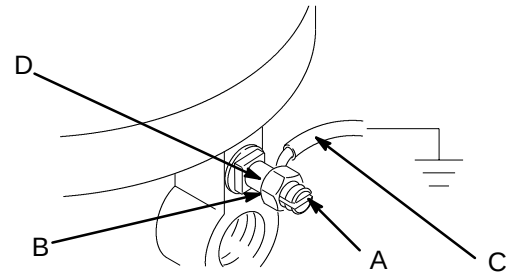

Fig. 1
Para poner a tierra la bomba, aflojar la tuerca de seguridad de la pata de puesta a tierra (A) y la arandela (B). Insertar un extremo de un cable de puesta a tierra (C) mínimo de calibre 12 (1,5 mm²) en la ranura de la pata (D) y apretar la tuerca de seguridad. Ver Fig. 1. Conectar el otro extremo del cable con una verdadera toma de puesta a tierra. Remitirse a la página 16 del presente manual para pedir una abrazadera y un cable de puesta a tierra.